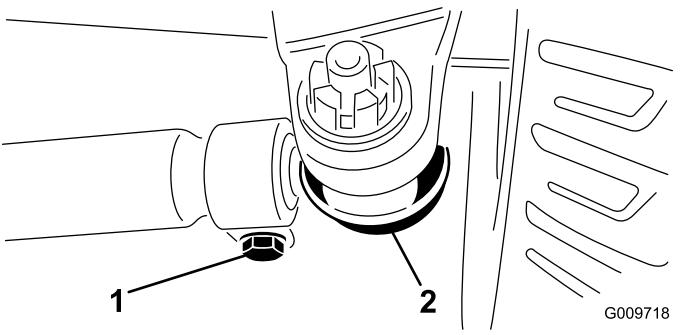

Bild 62
3. Lockern Sie die Klemmen an beiden Enden der Spurstangen (Bild 62).
2. Entfernen Sie den Splint und die Mutter von einem der Spurstangen-Kugelgelenke (Bild 62). Entfernen Sie das Spurstangen-Kugelgelenk vom Achsständer.